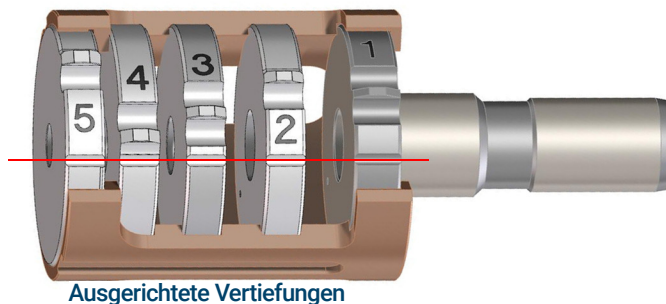

Abbildung 59. Montierter EI-HES-Linsenblock
- 1 Montieren Sie die fünf Linsen im Linsenisolator. (Siehe **Abbildung 59** auf Seite 203.) Die Linsennummer ist in die Außenoberfläche jeder Linse eingraviert.